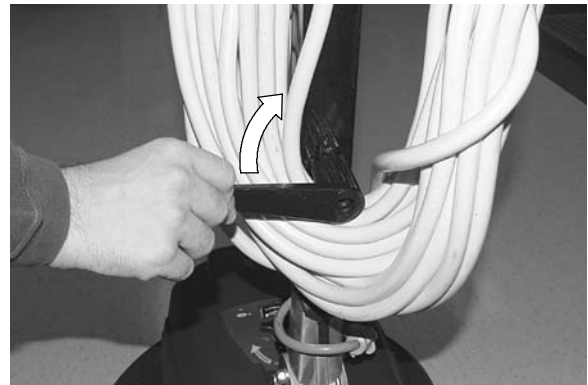

FIG. 4
1. Tirez le crochet d'entreposage du cordon à attache rapide et tournez-le vers le haut, puis retirez le cordon d'alimentation de la machine (Figure 4).